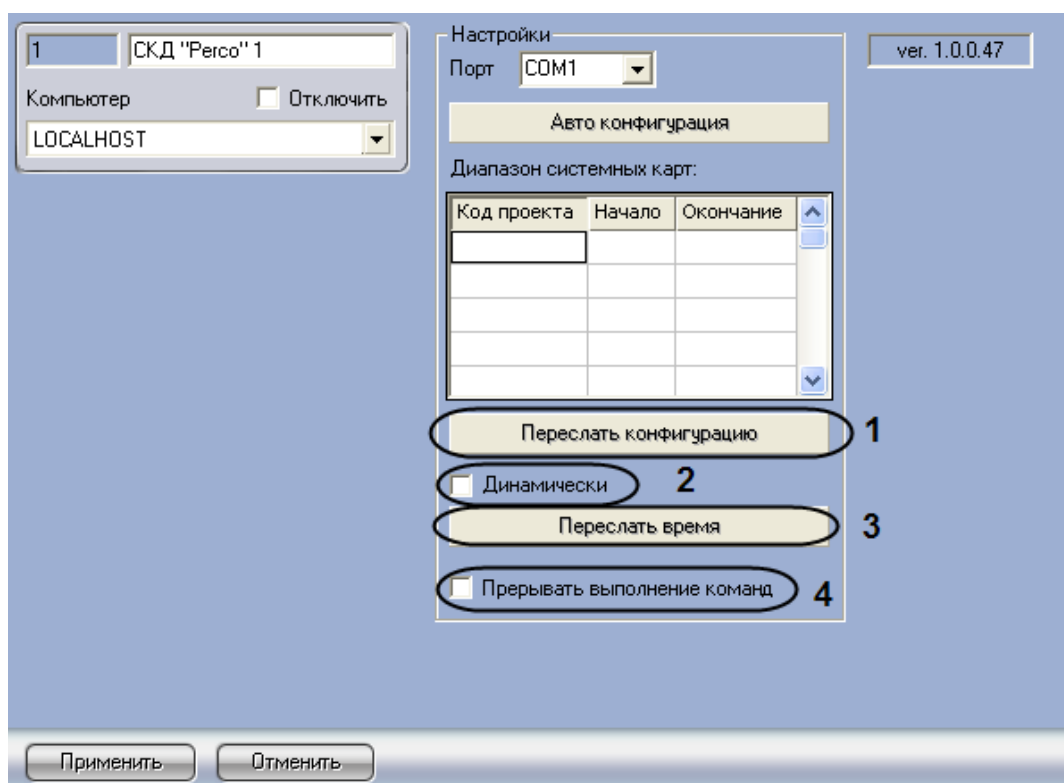

Рис. 3.4—1. Пересылка конфигурации на контроллеры СКД Perco
1. Перейти на панель настроек объекта **СКД Perco** (Рис. 3.4—1).
2. Нажать кнопку **Переслать конфигурацию** (см. Рис. 3.4—1, 1) для пересылки в контроллеры СКД Perco информации о заданных в ПК Интеллект параметрах конфигурации СКД Perco: данных о зарегистрированных в ПК Интеллект уровнях доступа, временных зонах доступа, кодах карт доступа и пр.
3. Если требуется при изменении конфигурации СКД Perco автоматически пересылать ее в контроллеры, необходимо установить флажок **Динамически** (см. Рис. 3.4—1, 2).
4. Нажать кнопку **Переслать время** (см. Рис. 3.4—1, 3) для пересылки в контроллеры времени компьютера.
5. Если необходимо прерывать выполнение команд при ошибках, установить флажок **Прерывать выполнение команд** (см. Рис. 3.4—1, 4).